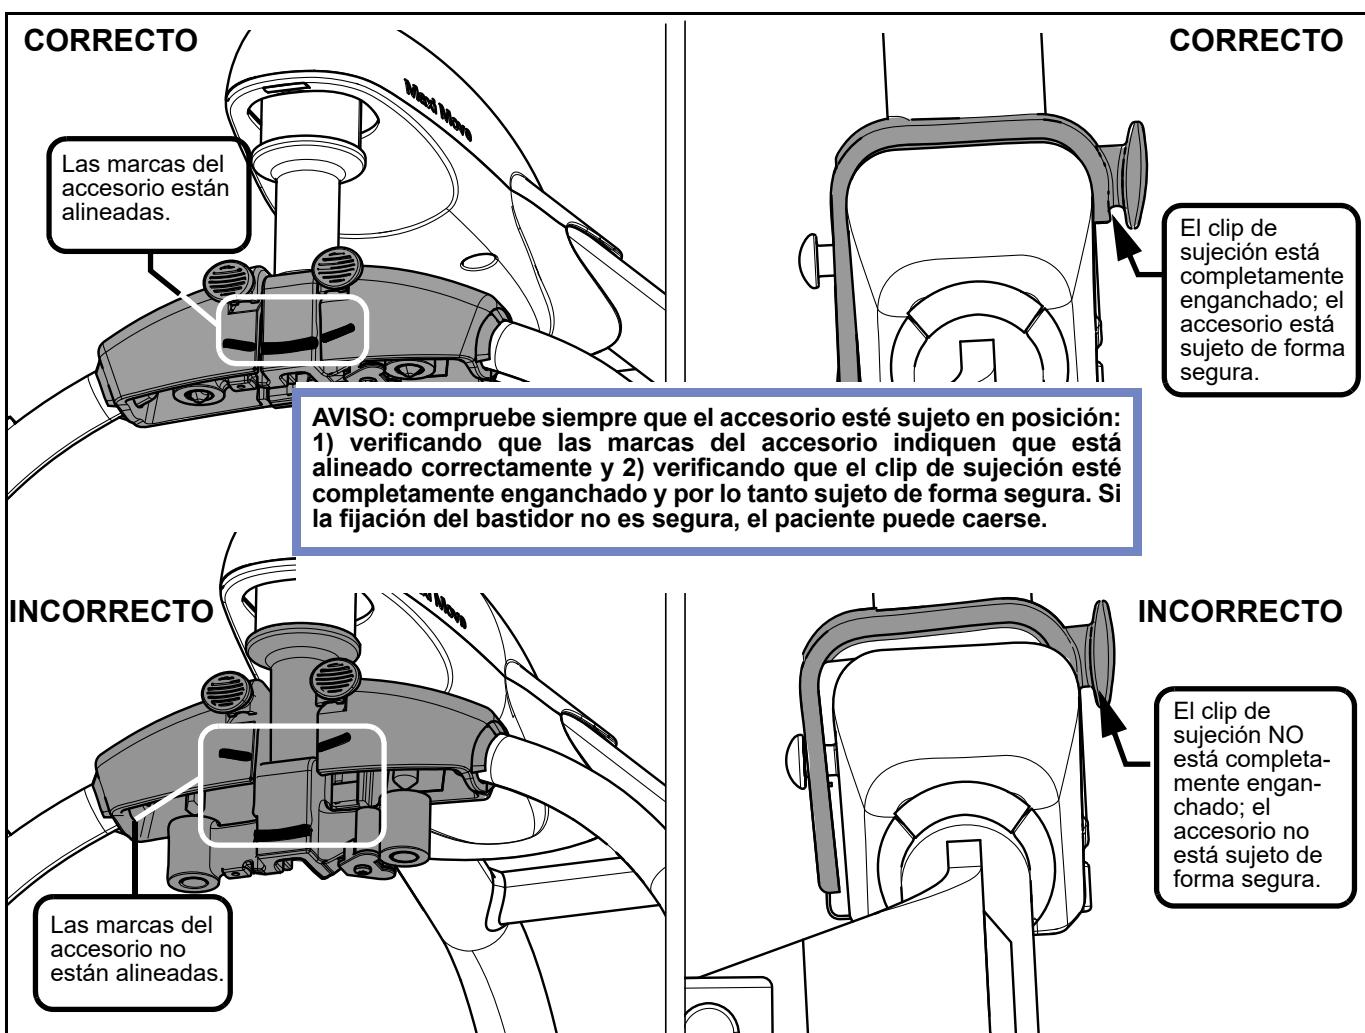

Fig. 16
**Para instalar un accesorio:** Seleccione el accesorio requerido y —manejándolo con cuidado, con las almohadillas para el pulgar del clip de sujeción hacia usted— deje que el entrante del accesorio encaje alrededor de la barra en T (véase la fig. 15D). Asegúrese de que el accesorio caiga sobre la barra en T y de que el clip de sujeción encaje por completo. (véase la Fig. 16).